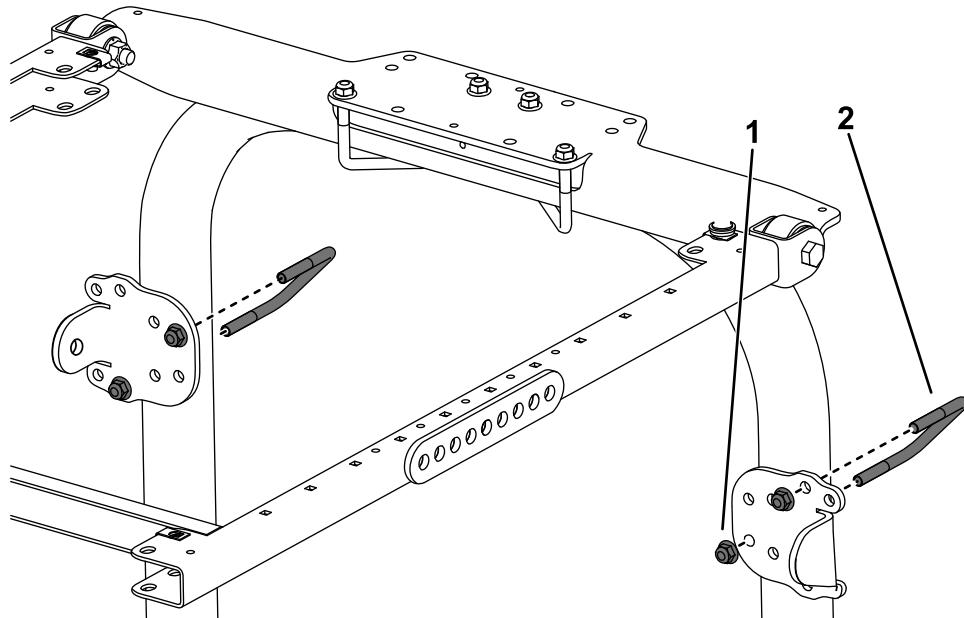

Bild 19
- Befestigen Sie jede Strebenhalterung lose mit einem U-Bügel ($3\frac{1}{2}'' \times 2\frac{3}{4}''$) und zwei Bundmuttern in den in Bild 19 abgebildeten Befestigungslöchern an den Streben des Überrollbügels.